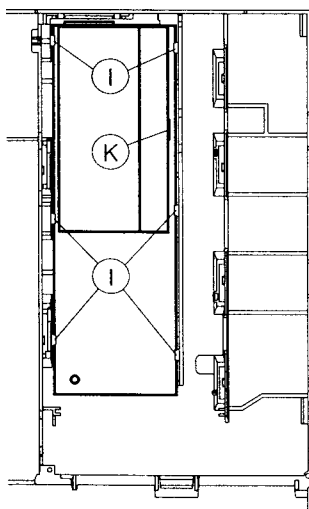

Fig. 7
- Rastnasen (I) ausrasten und Netzteilbaustein herausnehmen (Fig. 7).
Sollen Bauteile im nicht netzgetrennten Teil des Netzteils ausgetauscht werden, müssen Sie den Abschirmdeckel entfernen. Dazu Rasthaken (K) lösen und Abschirmdeckel abnehmen (Fig. 7).
- Release the locking catches (I) and take out the power supply board (Fig. 7).
For replacement of components in the non-isolated circuits of the power supply unit remove the shielding cover. For this loosen the locking catch (K) and take off the cover (Fig. 7).